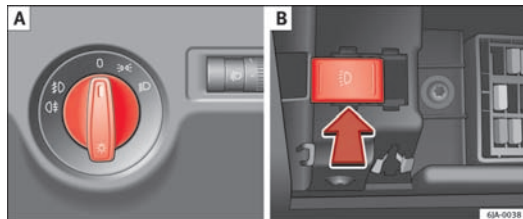

Fig. 55 Kombiinstrument: lyskontakt / Sikringer: kontakt til dagskørelýs
I **højrestyrede biler** afviger placeringen af betjeningsselementerne delvis fra den placering, som er vist på Fig. 55 \Rightarrow Side 91. Symbolerne, der viser de enkelte betjeningsselementer, er dog identiske.
- Drej lyskontakten \Rightarrow Fig. 55 til position **A** \Rightarrow .
- Drej lyskontakten \Rightarrow Fig. 55 **A** til position 0.
Drej lyskontakten ⇒ Fig. 55 A ⇒ Side 91 til position 0.
- Tryk knappen ⇒ Fig. 55 B ⇒ Side 91 **mod højre**.
- Tryk knappen ⇒ Fig. 55 B ⇒ Side 91 **mod venstre**.
- Drej lyskontakten ⇒ Fig. 55 A ⇒ Side 91 til positionen ⇨⇨, og lås bilen. ▶